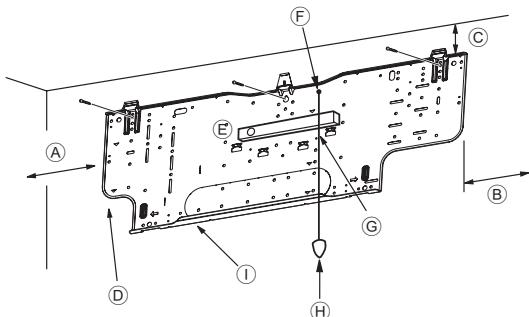
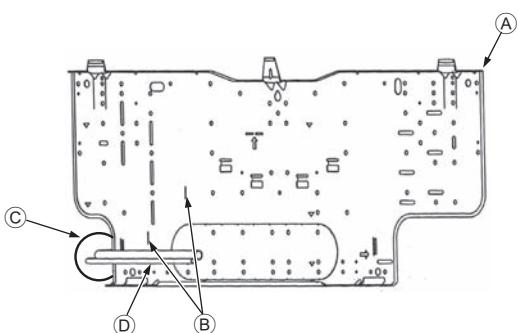

Fig. 3-4
Fig. 3-5
■ PKFY-P-VHM-E (Fig. 3-4)
- Ⓘ Placa de montaje ①
3.3. Cuando coloque los tubos en la pared (Fig. 3-5)
- Ⓐ Placa de montaje ①